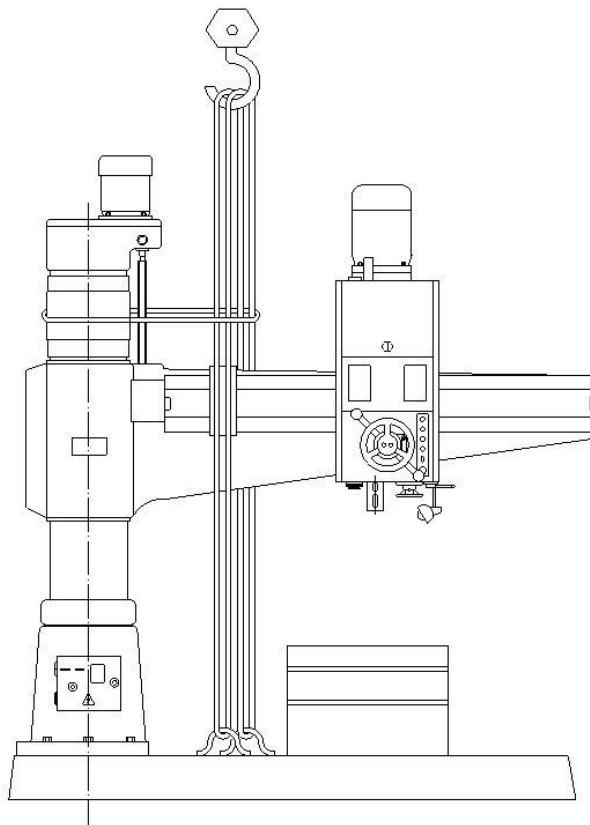

Рисунок 3-1
3.1 Транспортирование (Рисунок 3-1)